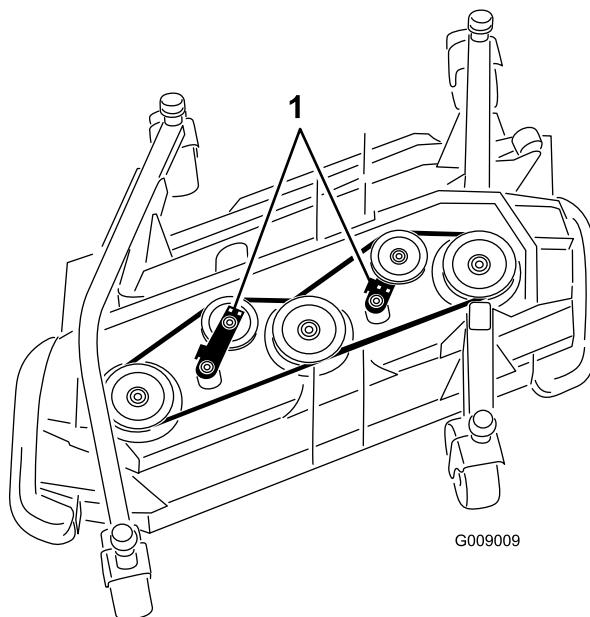

Figura 83
3. Usando una llave de carraca u otra herramienta similar, aleje las poleas tensoras (Figura 83) de la correa de transmisión para aliviar la tensión de la correa y poderla retirar de las poleas.